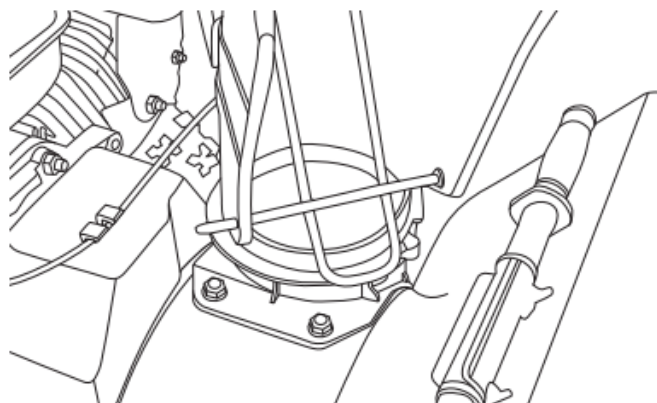

Рисунок 7
(2) Поставьте желоб на основание посадочного места и установите передний зажим. Убедитесь, что зажим надежно зафиксирован с обеих сторон (рис.7, 8).